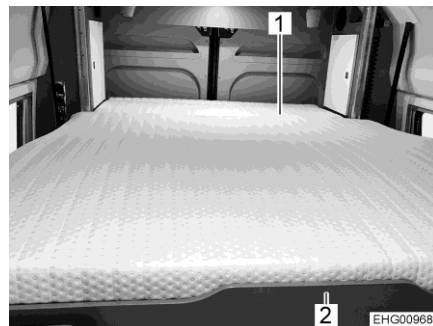

Bild 68 Hubbett
- Hubbett an der vorderen Bettplatte (Bild 68,2) halten und absenken, bis es eine Ebene mit der festen Ablage (Bild 68,1) im Heck bildet. Alternativ das Hubbett bis zu einer anderen gewünschten Position absenken.